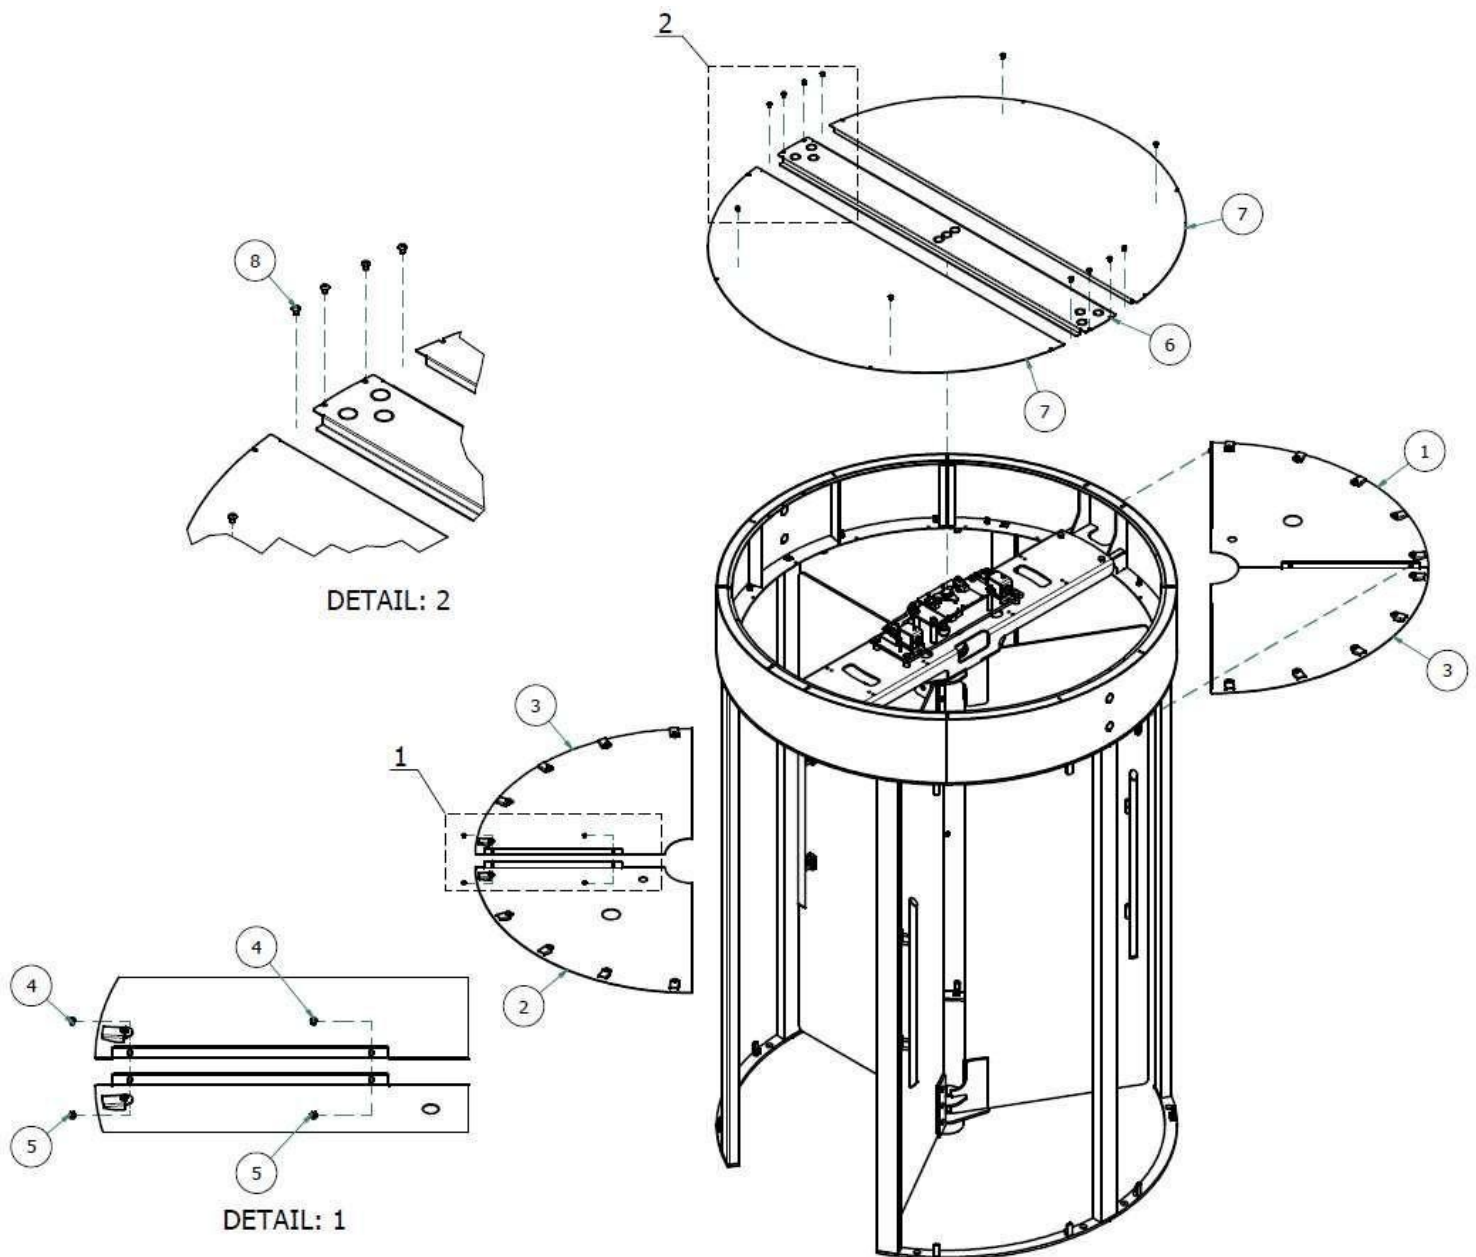

Abbildung 19: SCHRIIT 8 - Montage von Decke und Dach
- 5.27. Die Montage der Deckenplatten erfolgt durch Verschieben des Mittelteils mit dem halbrunden Schnitt zwischen der Bodenplatte des Antriebskanals und der Flanschhalterung. Dann mit den Verriegelungsglaschen in der hinteren Kurve arretieren. Siehe *Abbildung 19*.
- 5.30. Die Montage des Daches erfolgt durch Aufsetzen und Verschrauben des Zylinders. Dann die beiden oberen Abdeckungen an der Seite. Schrauben Sie diese wie abgebildet fest. Siehe *Abbildung 19*.